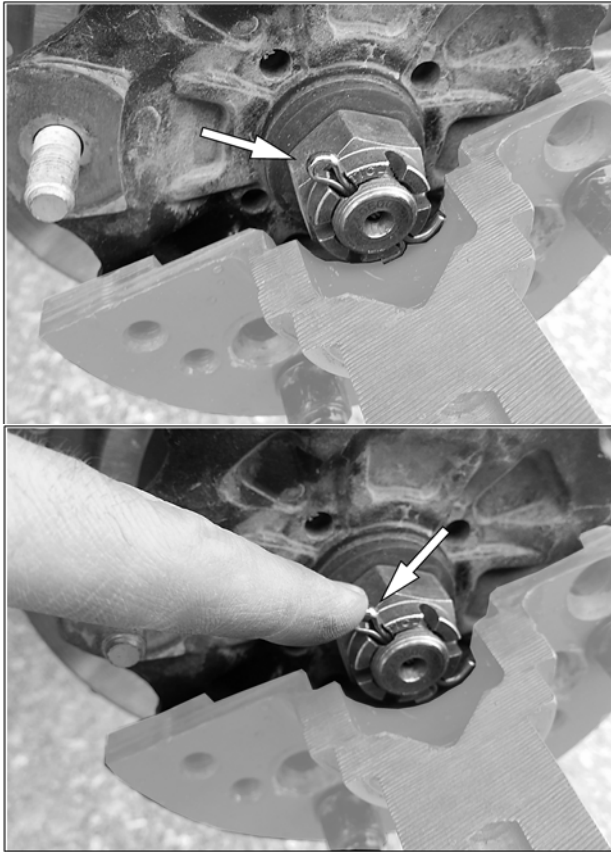

Fig. 17
7. Plier la tête de la goupille fendue vers l'écrou pour éviter toute interférence lors de l'assemblage du moyeu du système. Le moyeu du système de traction doit se positionner sans résistance au moyeu du véhicule. Voir la Fig. 17